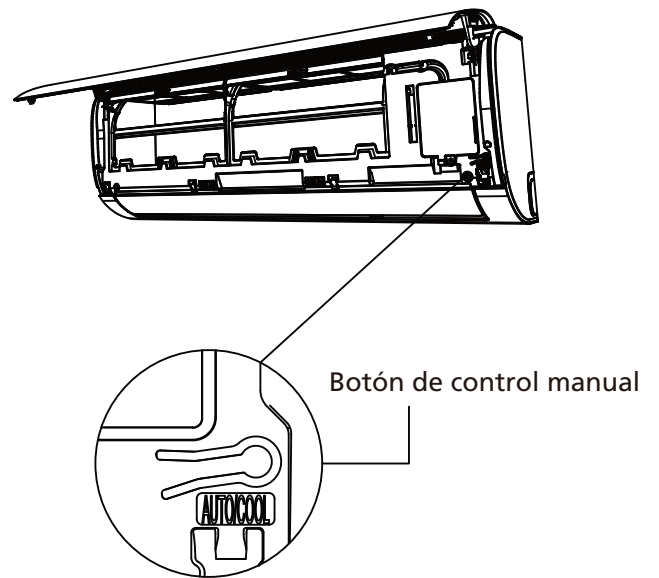

Fig. 8.1
2. El botón de CONTROL MANUAL se encuentra sobre el lado derecho de la unidad. Oprímalo 2 veces para seleccionar la función COOL. See **Fig 8.1**.